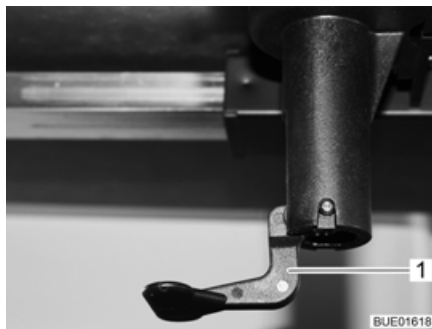

Bild 116 Låsning bordsskiva
- Fäll ned låsarmen (Bild 116,1).